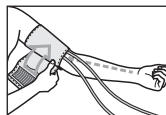

Рис. 4
2. Наденьте манжету на левую руку, при этом трубки манжеты должны быть направлены в сторону ладони (рис. 4). Если измерение на левой руке затруднено, то измерять можно на правой руке. В этом случае необходимо помнить, что показания могут отличаться на 5-10 мм рт. ст.
8. Расположите головку стетоскопа так, чтобы она находилась во впадине выше локтевого сгиба (рис. 4). Если Вы используете прибор со встроенным стетоскопом (для LD-60, LD-71A), то для лучшего прослушивания пульса на полной руке, можно повернуть манжету вокруг руки примерно на четверть окружности (60-90 градусов) так, чтобы головка стетоскопа располагалась на внутренней стороне руки (ближе к туловищу).